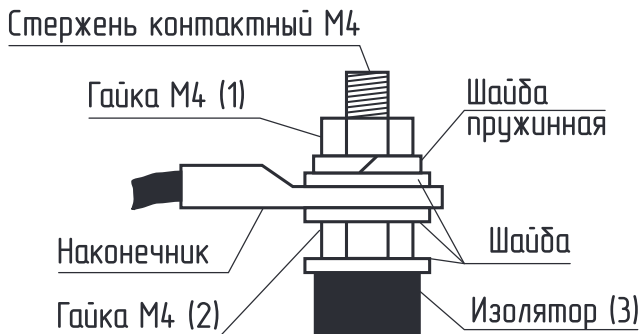

Рис.18 Присоединение проводов к выводам блок ТЭН
- При замене блок ТЭН присоединение фазных проводов к выводам блок ТЭН производить согласно **Рис.18**. Сечение кабеля указано в **Таб.1** и **Таб.2**;
- Провод нейтральной «N» подключить на перемычку блока ТЭН (**Рис.18**).